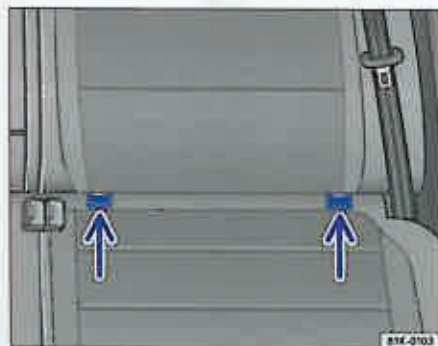

Fig. 39 Inelele de ancorare a scaunelor pentru copii cu sistem ISOFIX în ramele scaunelor laterale din spate.
- Fixați scaunul copilului în inelele de ancorare ISOFIX ⇒ **fig. 39** (săgeata); trebuie să se audă un zgomot specific de fixare.
- Fixați scaunul copilului în inelele de ancorare ISOFIX ⇒ pagina 46, **fig. 39** (săgeata); trebuie să se audă un zgomot specific de fixare.